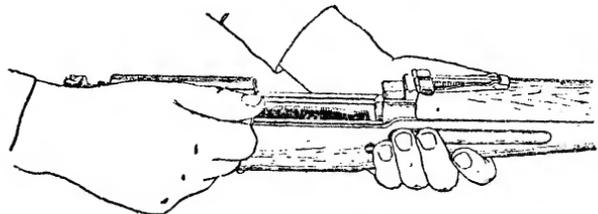

Рис. 59. Отделение стебля с остовом затвора
**Отделить затвор:** отвести стемель затвора назад настолько, чтобы направляющий выступ на правой его стенке вышел из паза ствольной коробки (рис. 59). Поворачивая за рукоятку, поднять правую стенку стебля затвора, подать стемель затвора доотказа вперед и, приподнимая его вверх за рукоятку, отделить затвор от ствольной коробки.